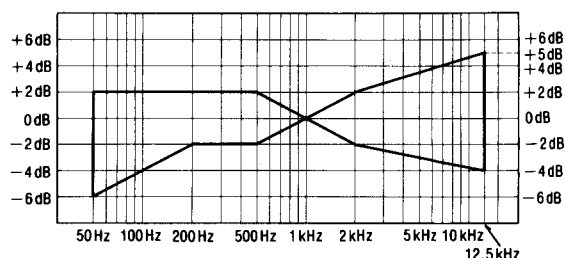

Fig. 9
6. Después de eso, incrementar la señal grabada en la cinta virgen CrO₂ (QZZCRX) y la cinta virgen metálica (QZZCRZ) hasta 12,5kHz y ajustar de la misma manera como mencionado arriba y comprobar que el nivel de frecuencia esté dentro de la gama mostrada en la Fig. 9.